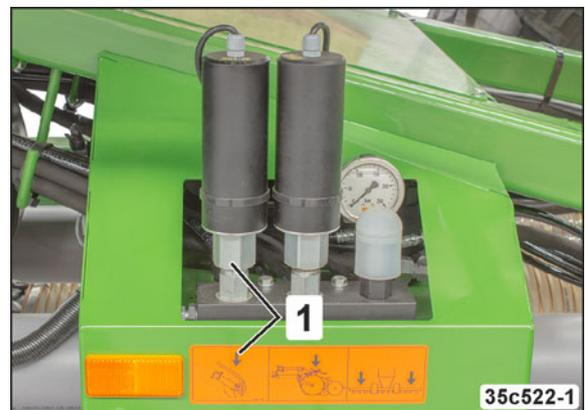

Fig. 112
- eines Stellmotors (Fig. 112/1, Option), der über den AMATRON 3 in der Traktorkabine bedient wird.